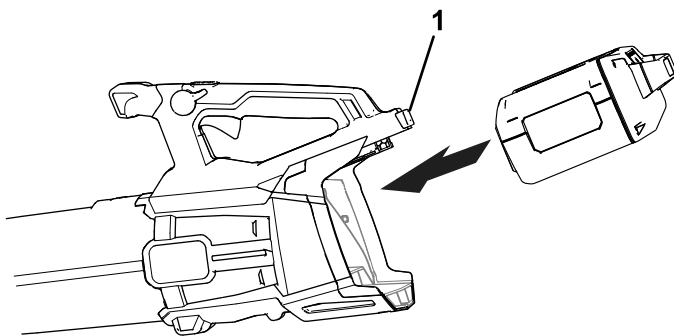

Figura 8
3. Agarre na pega, empurre a bateria para dentro da pega até encaixar no devido lugar (Figura 8).